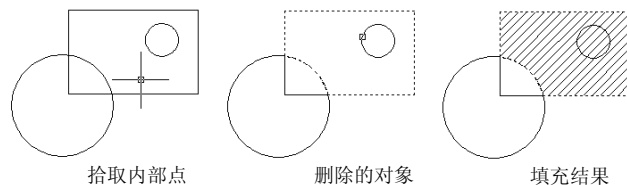

图 2-30 删除边界的图案填充
(3) “删除边界”按钮：该按钮可以从边界定义中删除以前添加的任何对象，其过程如图 2-30 所示。